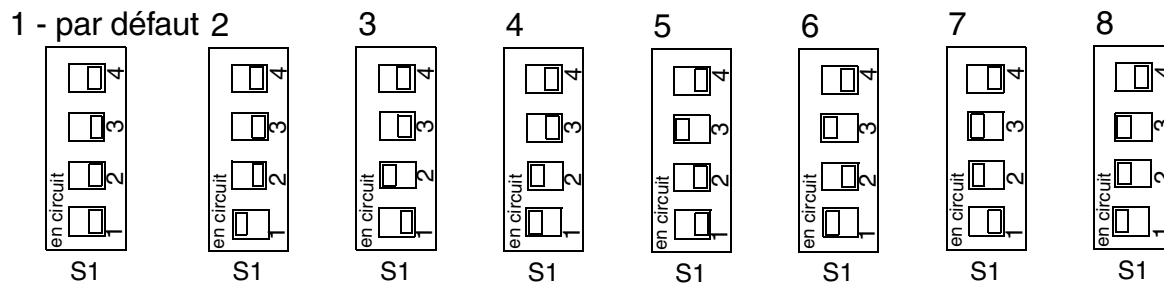

FIG. 3
Il y a 8 identifications de réseau et 8 identifications d'émetteur-récepteur possibles en changeant la position des interrupteurs à positions multiples. Les huit positions sont identifiées comme 1, 2, 3, 4, 5, 6, 7 et 8. Voir FIG. 2 et FIG. 3 aux pages 4 et 5.
- Retirez la protection en plastique sur le couvercle (5) sur l'écran de TLM qui a été utilisé pour l'expédition et jetez-la.
- Retirez les quatre vis (3) qui maintiennent en place le couvercle du contrôleur du réservoir (7).
- Enlevez le couvercle (7).
- Enlevez la mousse isolante (4) pour accéder à la carte de circuit imprimé.
- Si elles sont installées, enlevez les piles (1).
- Définissez les paramètres de S1 et S2 pour correspondre à ceux de l'émetteur-récepteur avec lequel communiquera ce TLM (FIG. 2 et FIG. 3).
FIG. 3 pour les configurations de paramètres du commutateur à positions multiples.